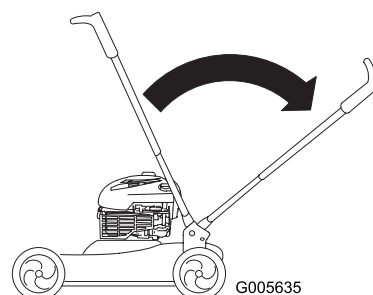

Figura 39
3. Per aprire la stegola, riportatela in posizione di servizio (Figura 39).